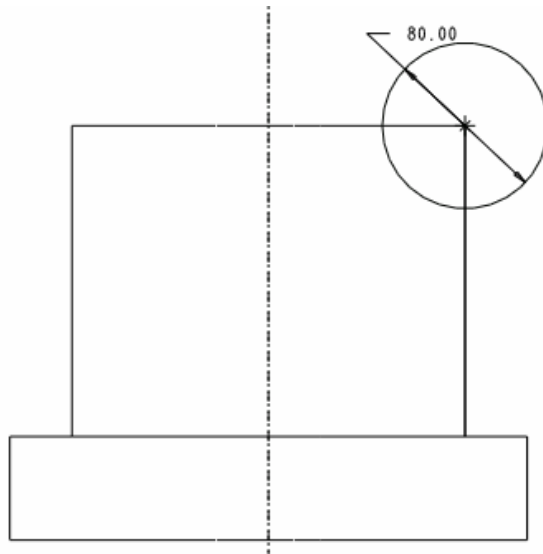

图 2-6
- (1) 单击旋转工具按钮，在旋转特征操控板中单击草绘截面按钮，系统显示【剖面】对话框。
- (2) 单击【剖面】对话框中的【使用先前的】按钮，单击该对话框中的【草绘】按钮，系统进入草绘工作环境。
- (3) 绘制如图 2-6 所示的一条中心线和 1 个圆。